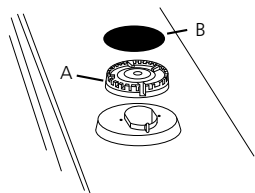
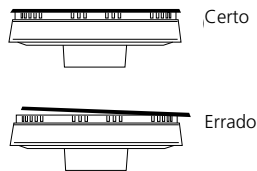

Fig. 5
Fig. 6
- Para a limpeza dos queimadores "A", espalhadores de chama "B" (fig. 5) e a trempe (grelha) utilizar um pano ou uma esponja macia com detergente, sabão neutro ou desengordurantes. Antes de recolocá-los no seu lugar, enxugue-os bem e verifique se todos ficaram limpos e secos. Verifique se estão bem encaixados. (fig. 6). Acenda os queimadores e deixe-os ligados por aproximadamente 1 minuto para garantir a secagem completa.